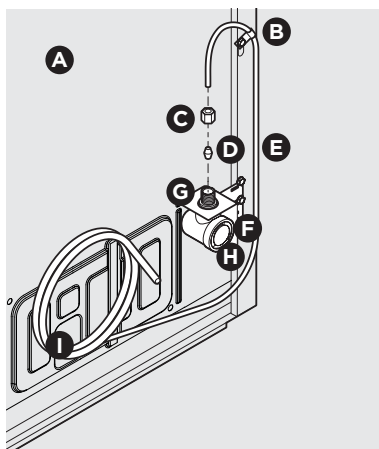

Figura 1
4. Si usa **tubos de cobre**: Deslice la tuerca de compresión de latón y luego el casquillo (manguito) en la tubería de suministro de agua. Introduzca la tubería de suministro de agua en la entrada de la válvula de agua tanto como sea posible (6,4 mm/¼ in). Deslice el casquillo (manguito) en la entrada de la válvula y apriete con los dedos la tuerca de compresión en la válvula. Apriete otra media vuelta con una llave inglesa; NO apriete en exceso. Ver la figura 1.